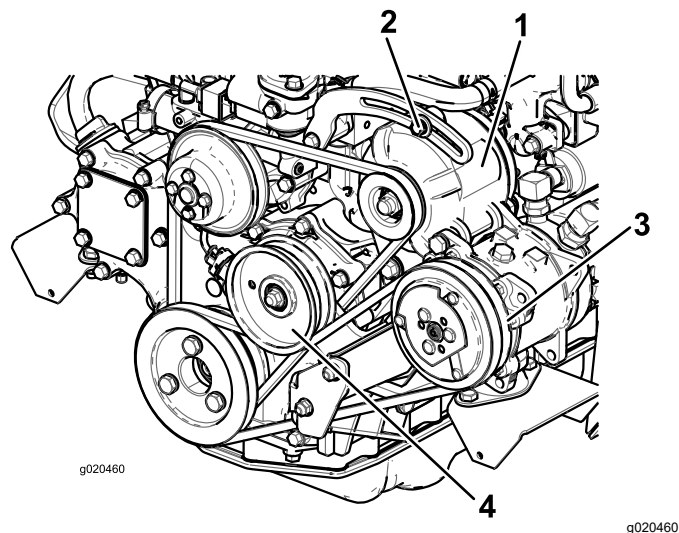

Рисунок 114
Если прогиб не равен 10 мм, ослабьте болты крепления генератора (Рисунок 114).
Через каждые 100 часов работы проверяйте состояние и натяжение ремня (Рисунок 114).
2. Если прогиб не равен 10 мм, ослабьте болт крепления натяжного шкива (Рисунок 114). Увеличьте или уменьшите натяжение ремня компрессора и затяните болт. Снова проверьте прогиб ремня, чтобы убедиться, что натяжение правильно.